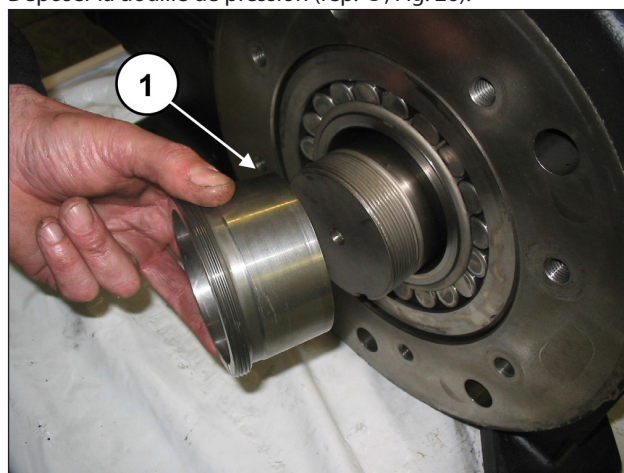

Fig. 26
Déposer la douille de pression (rep. ①, Fig. 26).